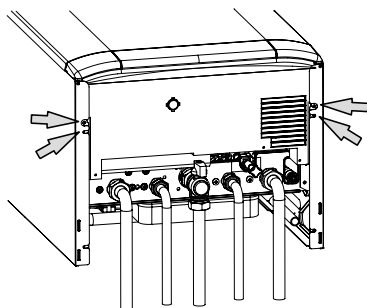

Figura 5.19
- Svitare le quattro viti indicate in Figura 5.19.